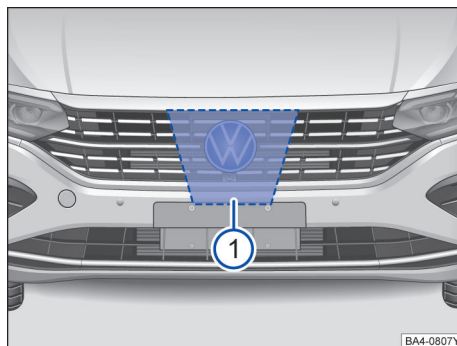

图 122 VW 标志后方的散热器格栅内：雷达传感器 ①
雷达传感器安装在前保险杠上→图 122 ①，用于监测交通状况，可探测距本车约 100m 范围内的前方车辆行驶状况。